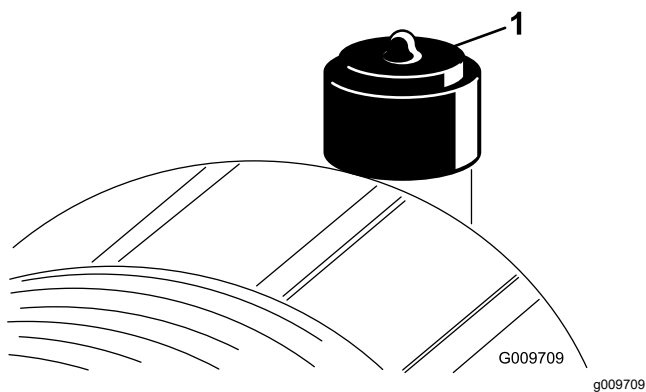

Figura 90
Faça a manutenção ao filtro de ar apenas quando o indicador de manutenção o exigir (Figura 90). Mudar o filtro de ar antes de ser necessário apenas aumenta a possibilidade de entrar sujeira no motor quando retira o filtro.
2. Reinicie o indicador (Figura 90) se este se apresentar vermelho.